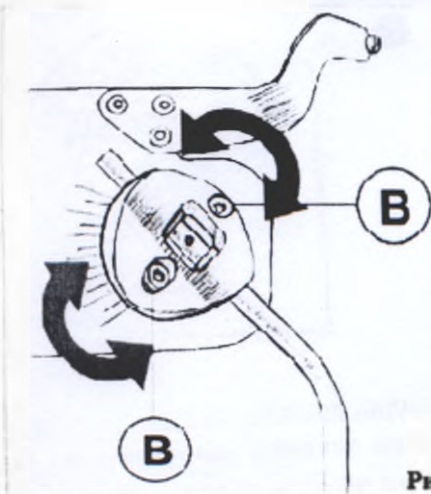

Рис. 4
• Регулировка угла приведения: для регулировки степени приведения бедра следует ослабить винты В, изменив угол движения прилегающих шарниров. (Рис.4)